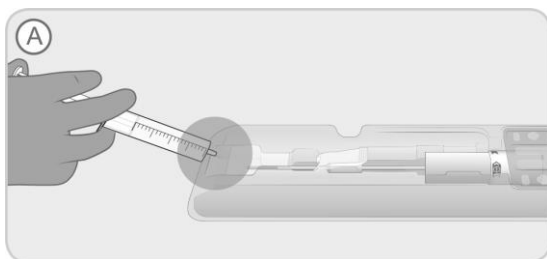

Bild 2. Fyll försänkningen på brickan med icke-hepariniserad saltlösning.
- Medan brickan ligger platt på det sterila förberedelseområdet, fyll försänkningen i änden av brickan (märkt med ett "A" på brickan) med steril icke-hepariniserad saltlösning (cirka 20 cl) så att implantatet täcks helt enligt Bild 2.